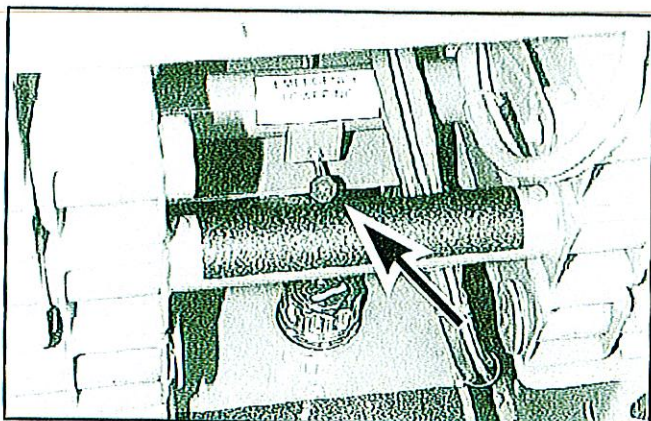

Figure 3 : Bouton de vanne d'abaissement d'urgence
15. Ouvrir la vanne d'abaissement d'urgence du châssis (Figure 3) pour vérifier son bon fonctionnement en tirant la poignée et en la maintenant sortie. Une fois la plate-forme complètement abaissée, relâcher la poignée.
20. Tirer le commutateur d'arrêt d'urgence pour le mettre en position **MARCHE (ON)**.
Le bouton de vanne d'abaissement d'urgence est placé entre les ciseaux à l'arrière de la machine (Figure 3).